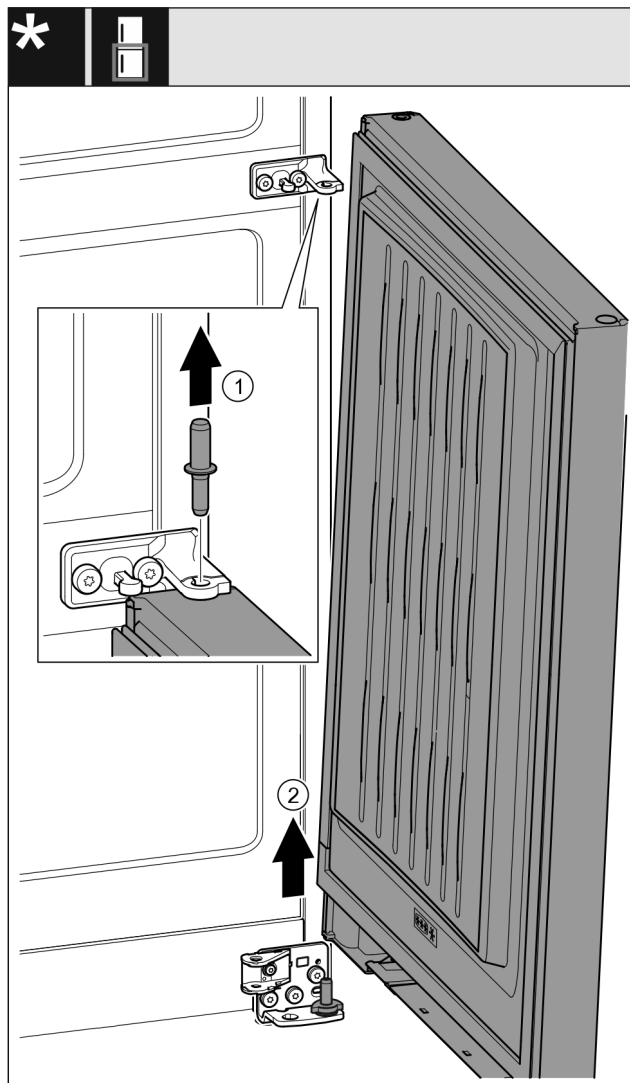

Fig. 23 *
- ▶ Čep vytáhněte nahoru. Fig. 23 (1)*
- ▶ Dveře kýváním vysadte a odložte stranou. Fig. 23 (2)*